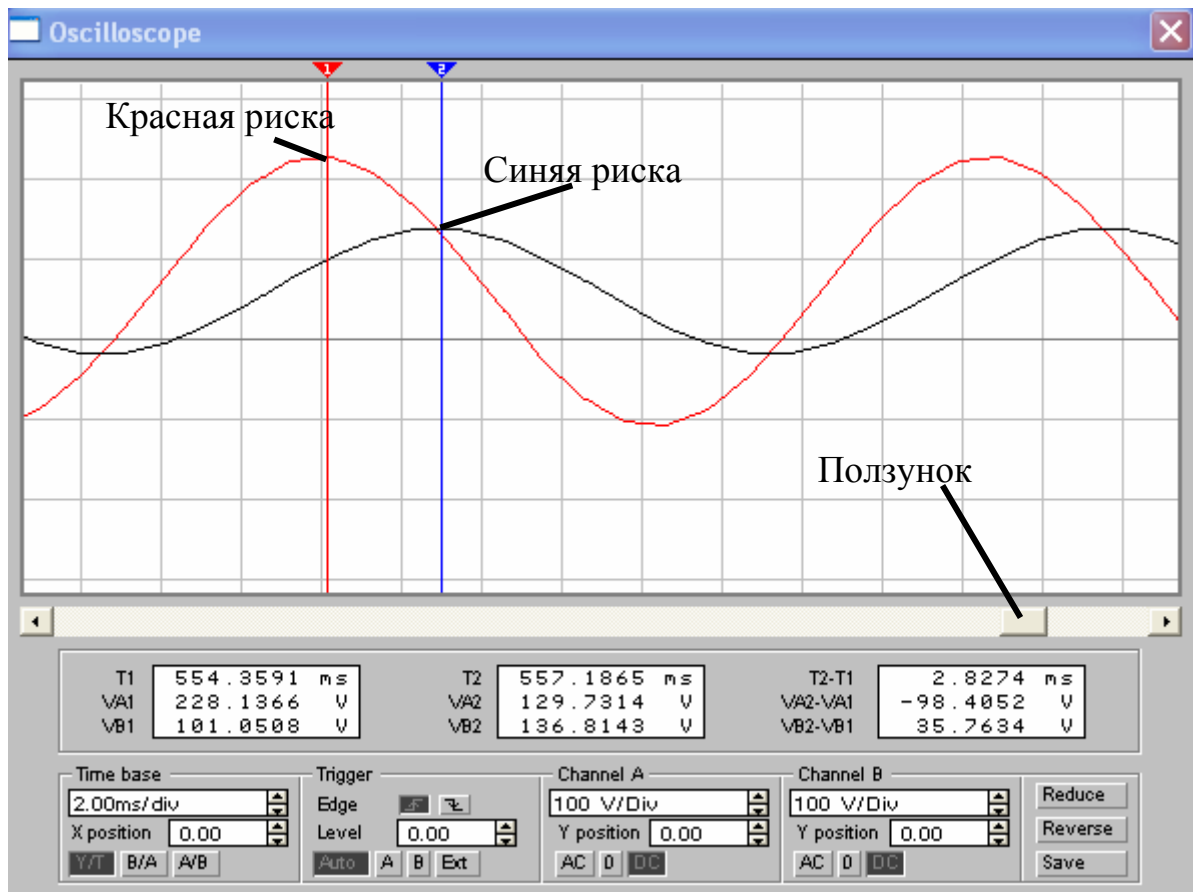

Рисунок 4
1.10.9 Нажмите на кнопку **Expand** осциллографа. При этом появится его развернутое изображение с дополнительными инструментами (рисунок 4). С помощью ползунка выберите нужный участок осциллограммы.